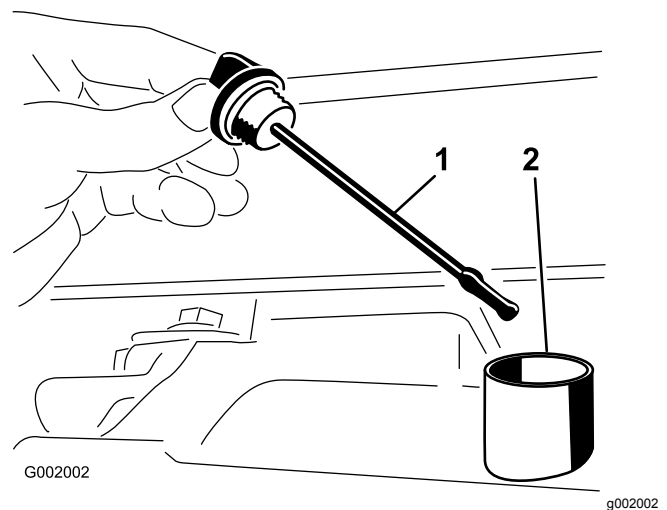

Bild 52
2. Nehmen Sie den Peilstab des Getriebes heraus und wischen Sie ihn mit einem sauberen Lappen ab (Bild 52).